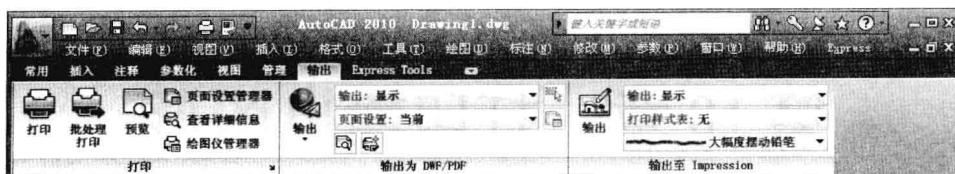

图 10-1-2
(2) 在界面顶端快速访问工具栏中，单击“打印”按钮 ，也可以单击“输出”选项卡，在“打印”面板中单击“打印”按钮 ，如图 10-1-2 所示，或选择菜单命令“文件 / 打印”。